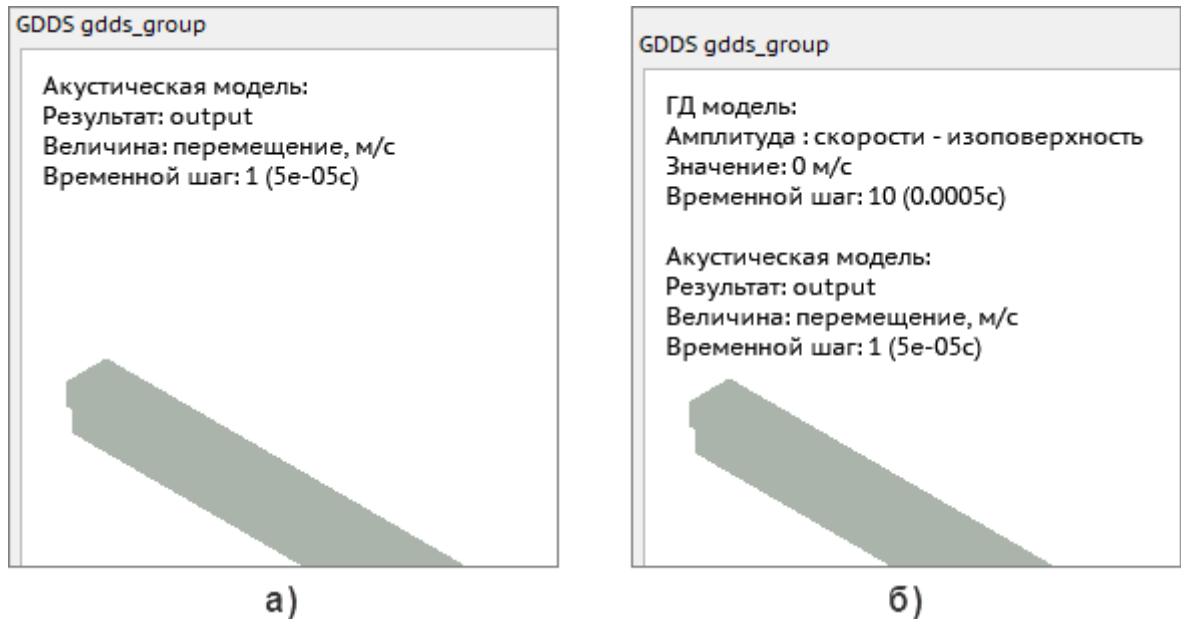

Рисунок 454 – Карточка «ГДДС». Вкладка «Гидродинамика».
- флажок «Отображать гидродинамику» – управляет видимостью информации о гидродинамике в окне сцены (Рисунок 454);